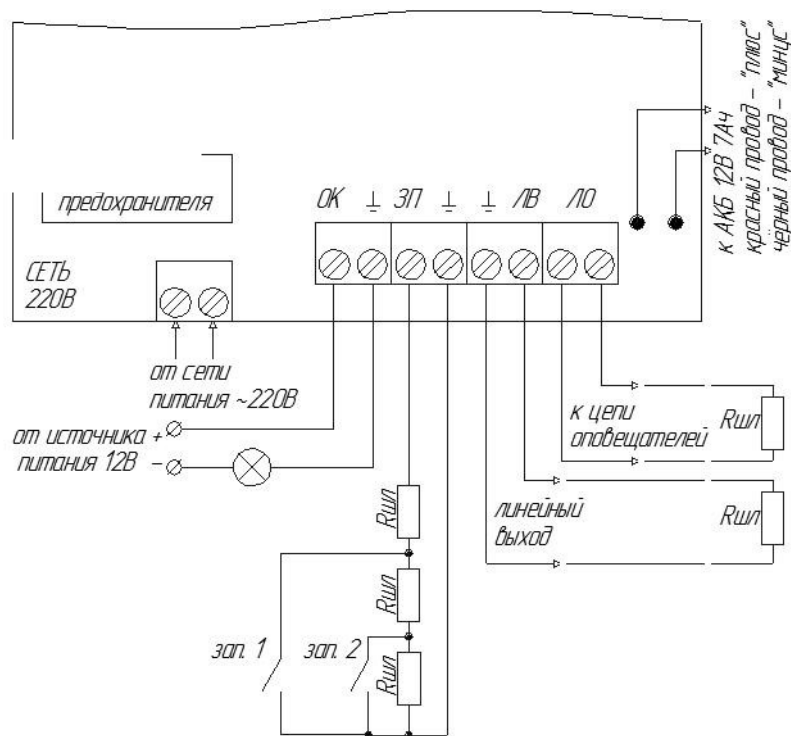

Рисунок 1. Схема внешних соединений прибора «С-КЛ»
- вход линии управления (клеммы «ЗП» и «←») служит для включения записи №1 или записи №2, подключается к реле ППКОП или к устройству дистанционного пуска (кнопка) (см.рис.1);